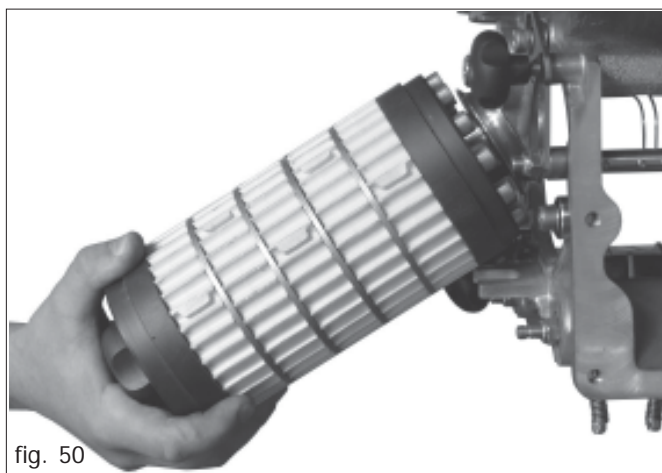

fig. 50
- 2) Extraire le roulement de encemencement (Fig. 50) comme décrit et indiqué sur figure 4.1.3.